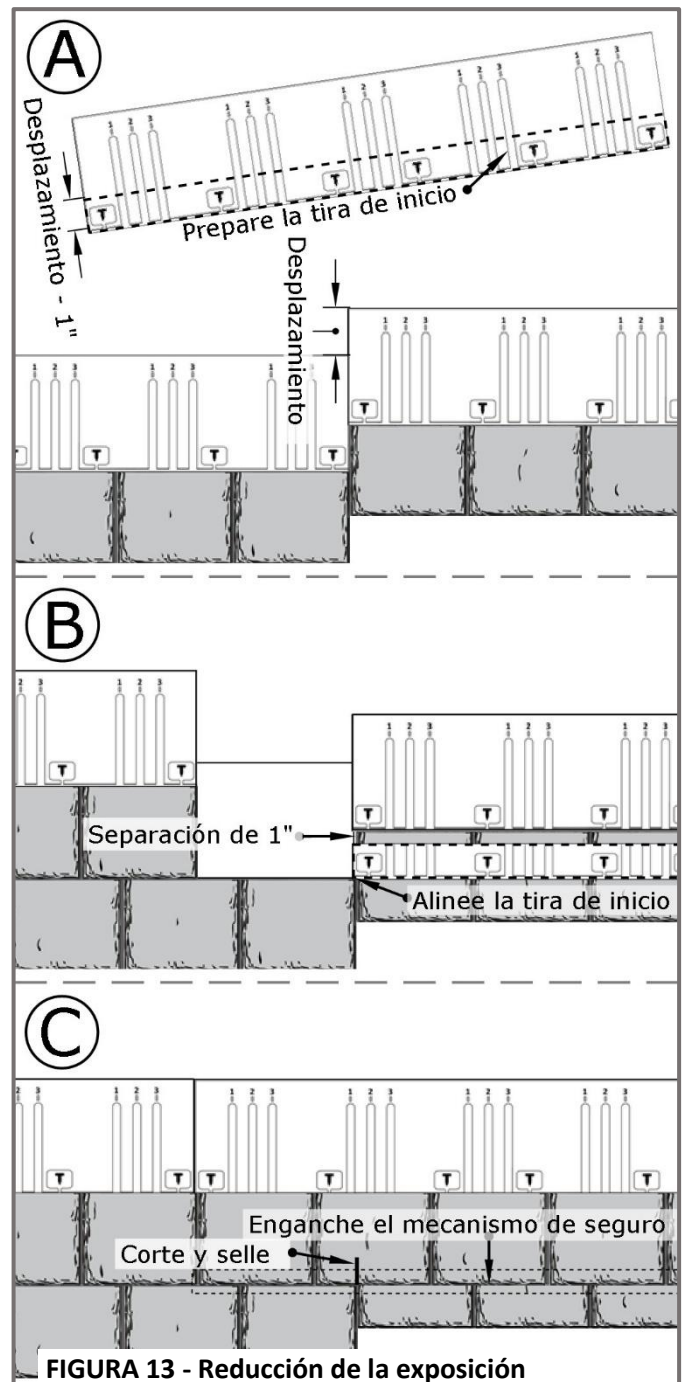

FIGURA 13 - Reducción de la exposición
- **C.** Enganche el Seguro del Borde Frontal de la teja superpuesta en el Seguro de la Línea de Clavado de la tira de inicio. En algunos casos, enganchar este seguro puede resultar difícil por la diferencia de altura. Si es así, haga un corte en la parte frontal de la exposición y séllelo para garantizar la impermeabilidad utilizando sellador y adhesivo aprobados por F-WAVE. Continúe instalando las tejas asegurando cada borde frontal en su lugar. Vea la **Figura 13**.